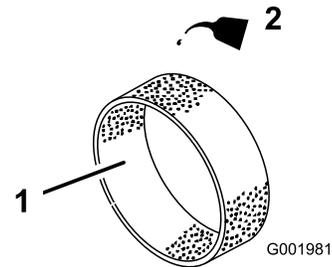

図 35
4. 乾いたら新しいエンジンオイルを30-60 ml含ませる 図 35。